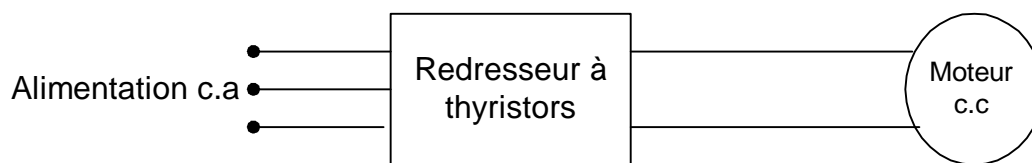

FIGURE 1-1 REDRESSEUR À THYRISTORS
- d'un réseau alternatif (monophasé ou triphasé) par l'intermédiaire de redresseur à thyristors (Figure 1-1);